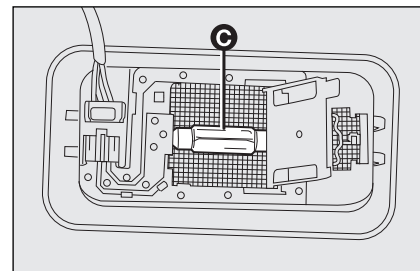

fig. 38
- ☐ maak de lamp **C-fig. 38** los uit de veercontacten aan de zijkant en vervang hem; plaats de nieuwe lamp en controleer of de nieuwe lamp goed vastzit in de veercontacten;